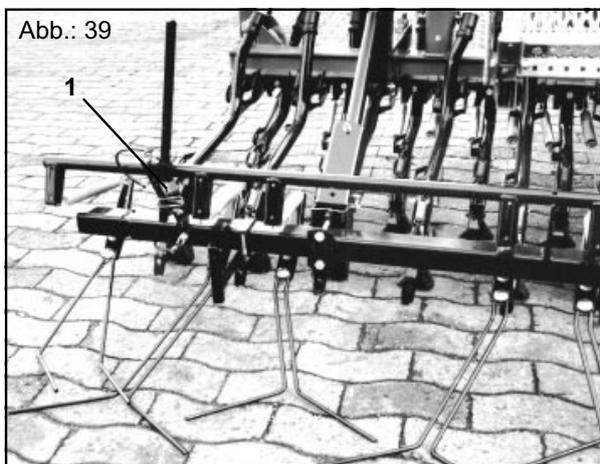

Abb.: 39
**Griffe de recouvrement parfaite (fig. 39) :**